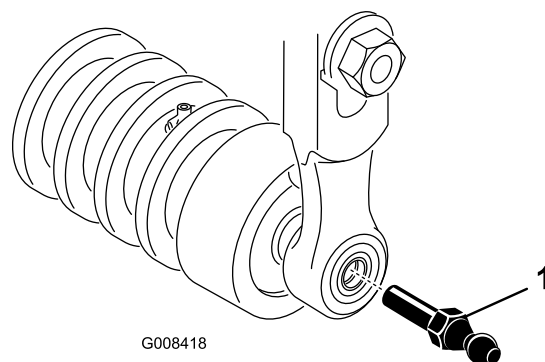

Figure 16
F. Montez le support du moteur à l'extrémité gauche du plateau de coupe au moyen des (2) vis Allen retirées précédemment. Serrez les vis à un couple de 16 à 20 Nm.
5. Visez une rotule à chaque extrémité du rouleau avant du plateau de coupe (Figure 16).